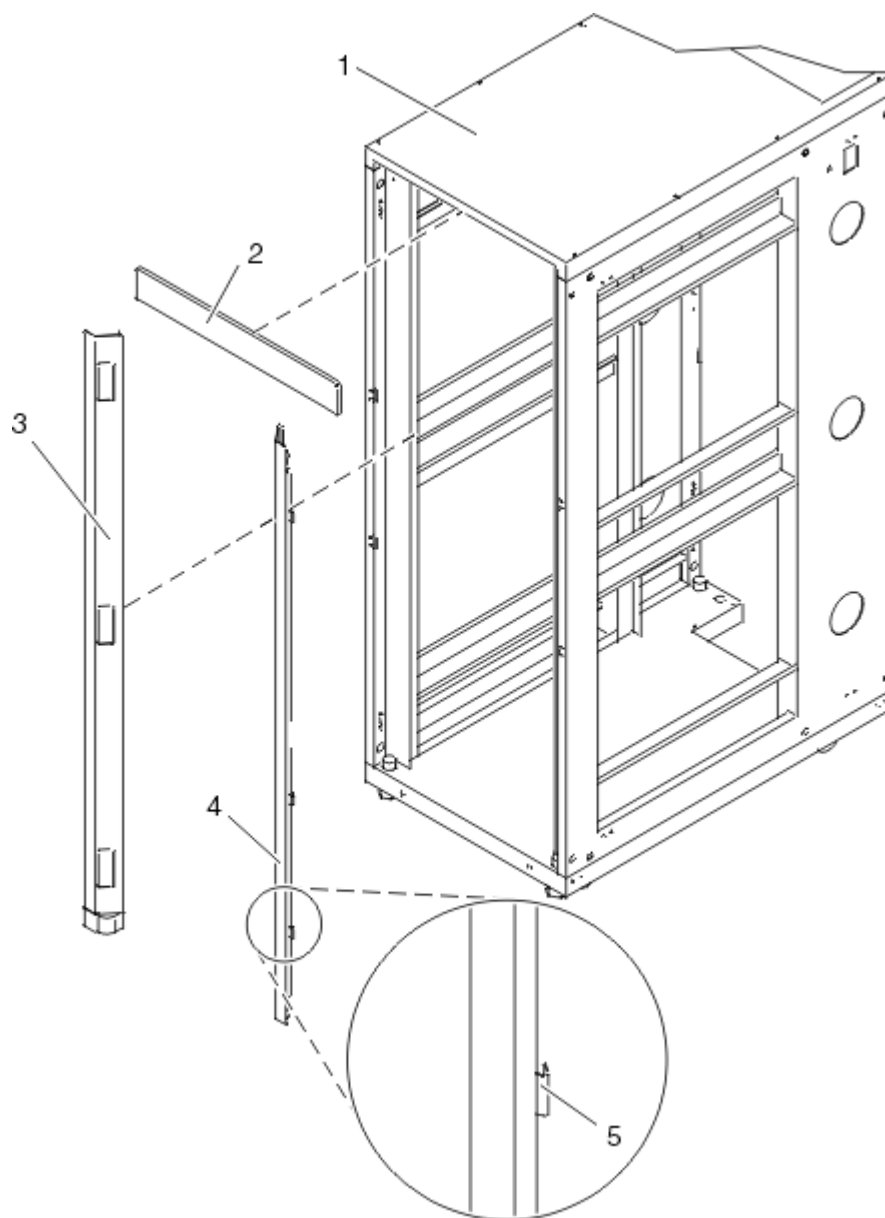

Figura 11. Extracció dels panells d'acabament
2. Extraieu els panells d'acabament superior, dret i esquerre. Els panells d'acabament es mantenen al seu lloc amb clips de molla, tal com es mostra a la Figura 11 a la pàgina 16.